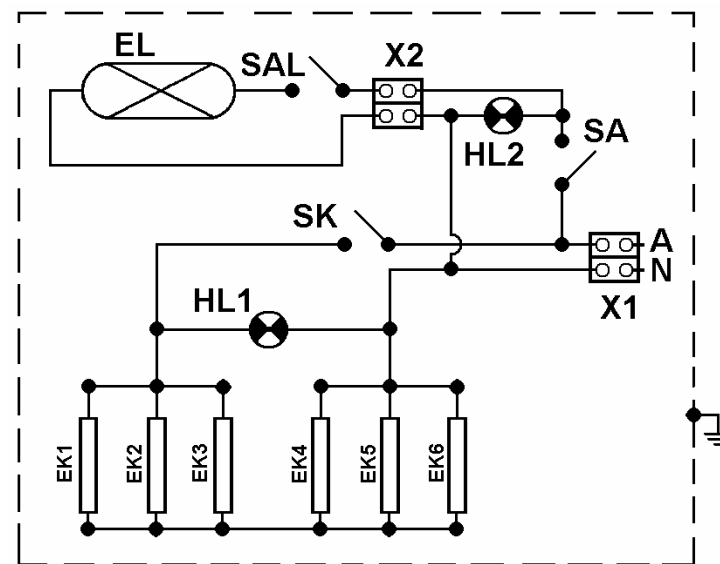

Рис.4
8.4 Схема электрическая принципиальная приведена на рис.4.
7.1 Поворотом рукоятки датчика-реле температуры SK (см. рис.4) по часовой стрелке, установить требуемую температуру на рабочей поверхности столешницы (35...85⁰C). При этом, на нагревательные элементы EK1...EK6 подаётся напряжение и загорается сигнальная лампа HL1 («работа»).